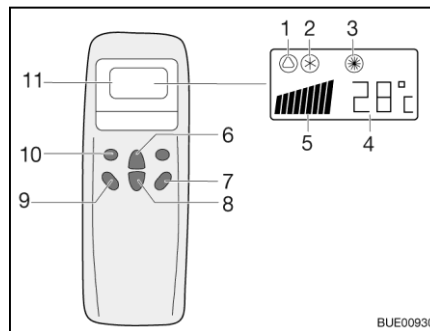
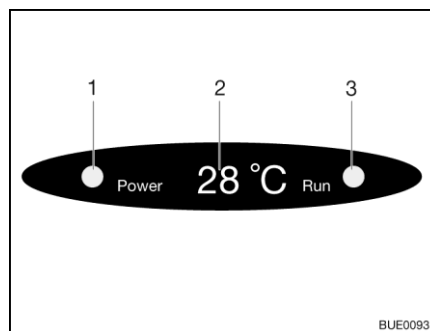

Fig. 249 Télécommande
Fig. 250 Affichage sur le diffuseur
- Appuyer sur la touche "ON/OFF" (Fig. 249,7).
- Appuyer sur la touche "Mode" (Fig. 249,10) autant de fois que nécessaire pour que le mode de fonctionnement souhaité (Fig. 249,1, 2 ou 3) s'affiche à l'écran. Le voyant de contrôle correspondant s'allume sur l'écran du diffuseur (Fig. 250,3).
- Régler la température souhaitée avec les touches d'augmentation de la température (Fig. 249,6) ou de diminution de la température (Fig. 249,8).
- Sélectionner le niveau de ventilation souhaité à l'aide de la touche de vitesse du ventilateur (Fig. 249,9).